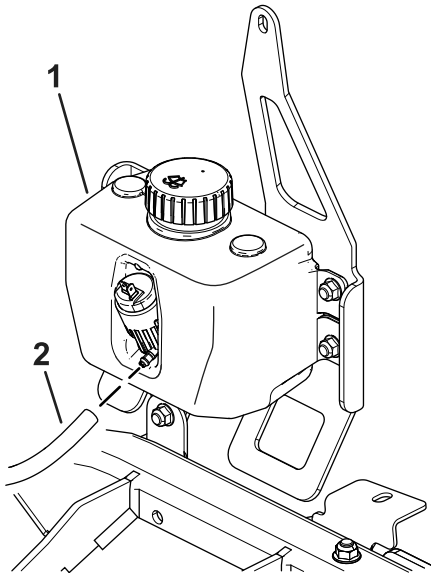

Figura 27
2. Instale la manguera en el depósito de líquido del lavaparabrisas, como se muestra en la Figura 27.